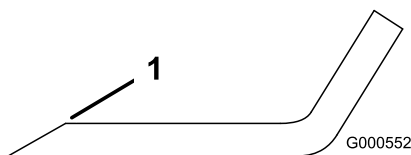

Bild 77
1. Schärfen Sie die Schnittkante an beiden Enden des Schnittmessers mit einer Feile (**Bild 77**).
Hinweis: Feilen Sie, wenn das Schnittmesser nicht ausgewuchtet ist, vom Flügelsbereich des Messers etwas Metall ab (**Bild 77**).